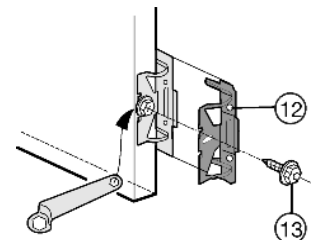

Fig. 10
- ▶ Alle montagevinkler Fig. 10 (12) skrues på de allerede borede huller i apparatets dør med sekskant-skrue Fig. 10 (13).
- ▶ monter et 2. par montagevinkler *Fig. 10 (12)*.